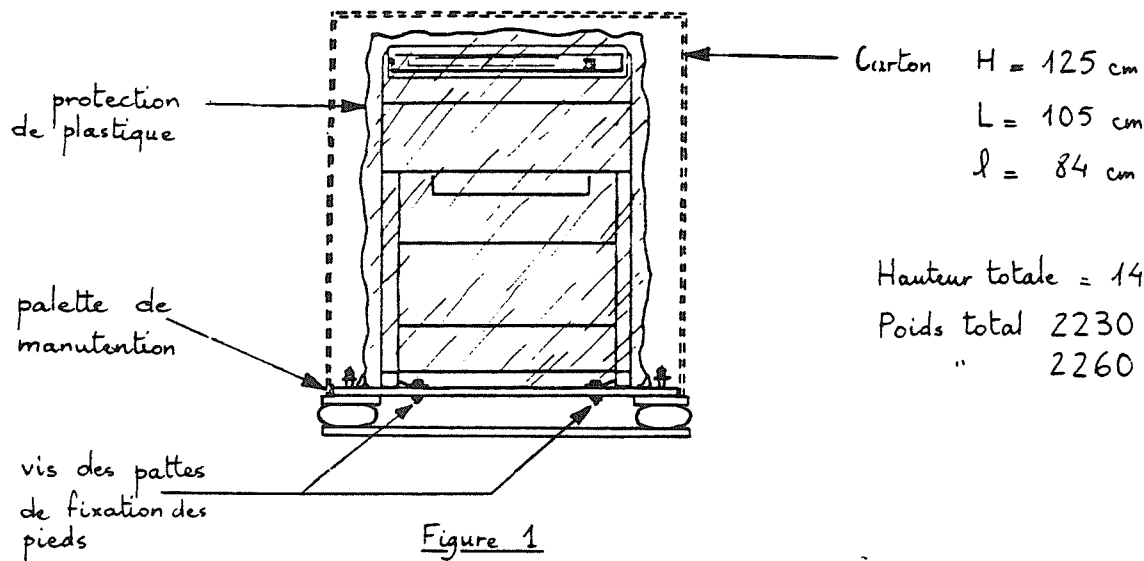

Figure 1
- Soulever l'ensemble du carton (marqué en pointillé Fig 1) vers le haut
- Enlever le plastique protecteur (Fig 1)
- Désolidariser l'imprimante de la palette de manutention en enlevant les 4 pattes de fixation des pieds maintenues par des vis hexagonales (clé de 14 mm) (fig. 1 et 3).